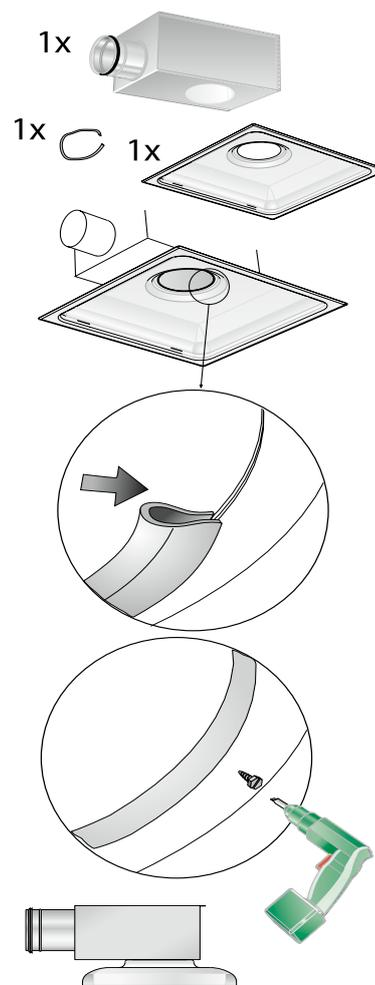

Abb. 6. Montage von Luftauslass und Anschlusskasten mit geringer Bauhöhe.
- Luftauslässe und Anschlusskästen ALS mit niedriger Bauhöhe werden mit dem mitgelieferten Dichtungsprofil gegeneinander zentriert. Der Luftauslass wird in der richtigen Position mit Schrauben oder Blindnieten an der Unterseite des Anschlusskastens fixiert, siehe Abb. 6.